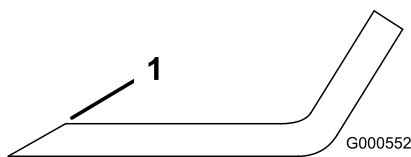

Figura 110
- Utilice una lima para afilar el filo de corte en ambos extremos de la cuchilla (Figura 110).
Nota: Si la cuchilla no está equilibrada, rebaje algo el metal en la parte de la vela solamente con una lima (Figura 110).